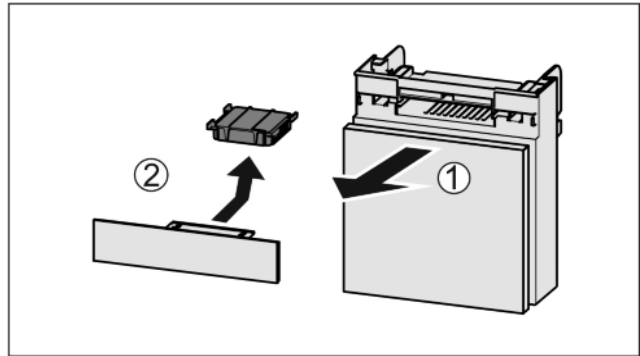

Fig. 33
- ▶ Издърпайте Fig. 33 (1) напред отделението.
- ▶ Извадете Fig. 33 (2) филтърта с активен въглен.